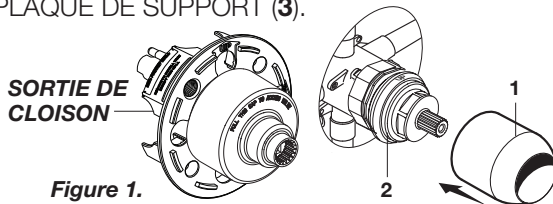

Figure 1.
- **Figure 1.** Retirer la sortie de cloison et le cache-cartouche du robinet. Enfoncer le CAPUCHON (1) sur la CARTOUCHE DU ROBINET (2) jusqu'à ce qu'il soit bien placé contre la butée d'arrêt.